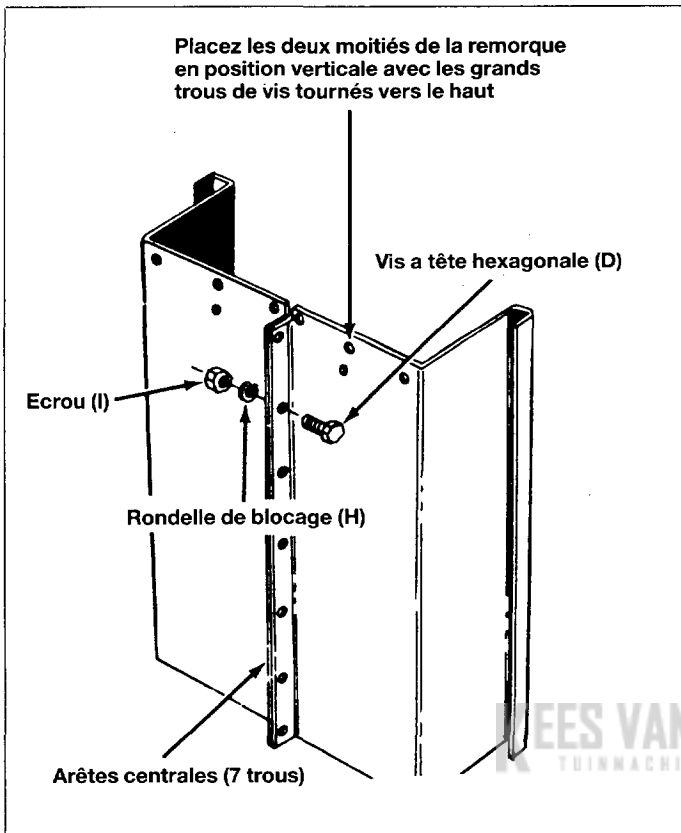

Fig. 3
3. Placez les deux côtés de la remorque (P et R) en position horizontale conformément à la figure 3. Attention : les grands trous de vis doivent être tournés vers le haut.
4. Installez les vis (D), les rondelles de blocage (H) et les écrous (I) dans l'arête repliée vers le bas sur les côtés de la remorque. Insérez en même temps les 7 vis. Ne-les serrez pas. Voir la figure 3 et le rappel ci-dessous.